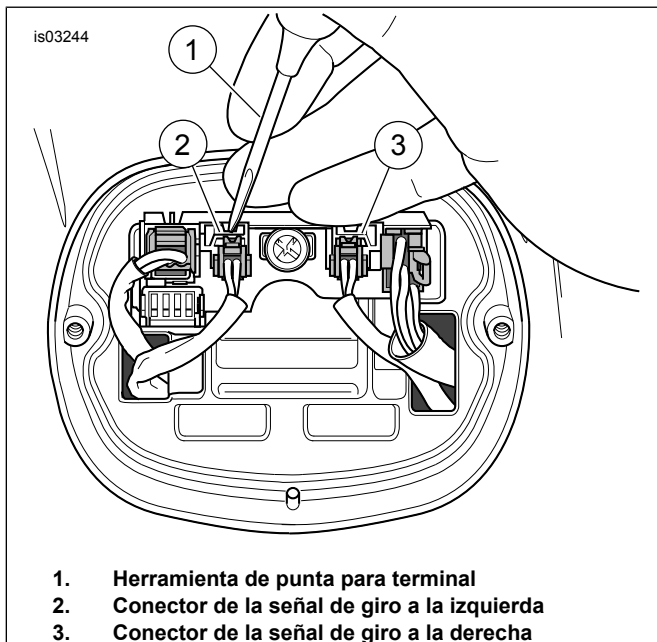

Figura 3. Extracción de los conectores de las señales de giro
4. Vea la Figura 3. Usando una herramienta de punta para terminal (1) presione las lengüetas de bloqueo y desconecte los conectores de las señales de giro (2 y 3) de la plaqueta.